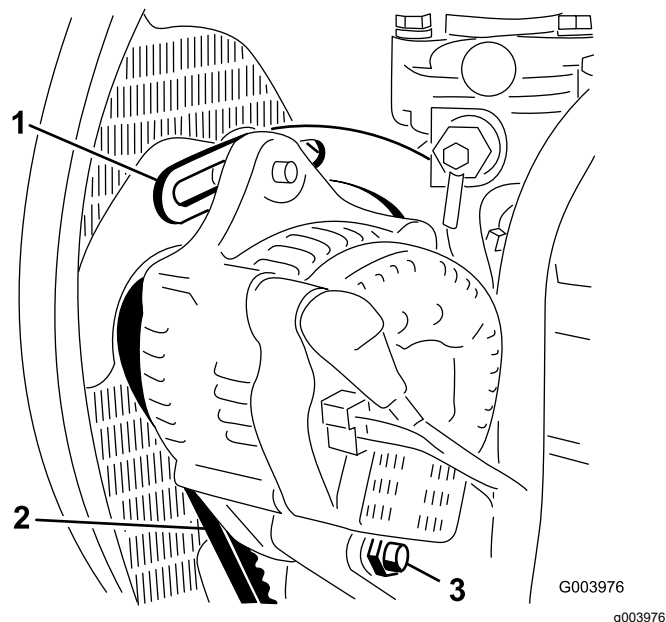

Figure 111
3. Contrôlez la tension de la courroie d'alternateur (Figure 111) en exerçant une force de 10 kg (22 lb) à mi-distance entre les poulies d'alternateur et de vilebrequin.
4. Desserrez le boulon qui fixe l'alternateur sur le renfort et le boulon de pivot d'alternateur (Figure 111).